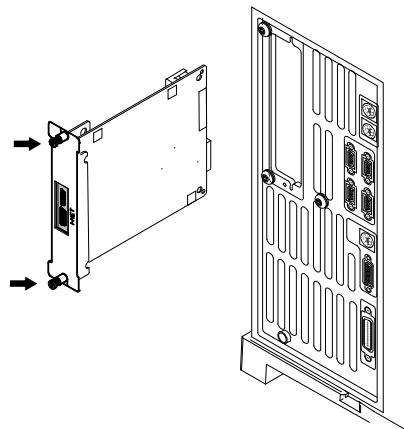

Abb. 35 Entfernen der LAN-Karte
- 8 Wenn keine MIO-Karte (LAN-Karte) installiert ist, lösen Sie die beiden Befestigungsschrauben und schieben Sie die Karte aus den GC (Abbildung 35).